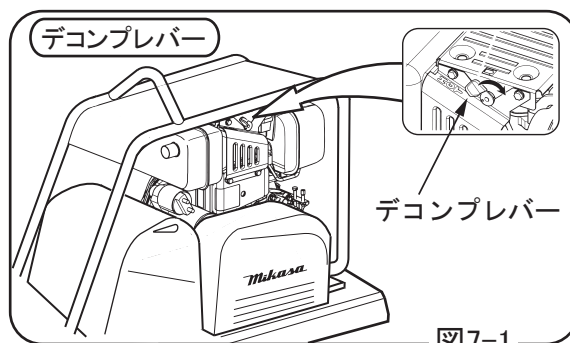

図7-1
- a. 始動ノブをゆっくり引いていくと重くなる所(圧縮点)があります。そこで始動ノブをゆっくり戻し、デコンプレバーを倒します。始動ノブを勢い良く引くと、エンジンが始動します。(図7-1,7-2)